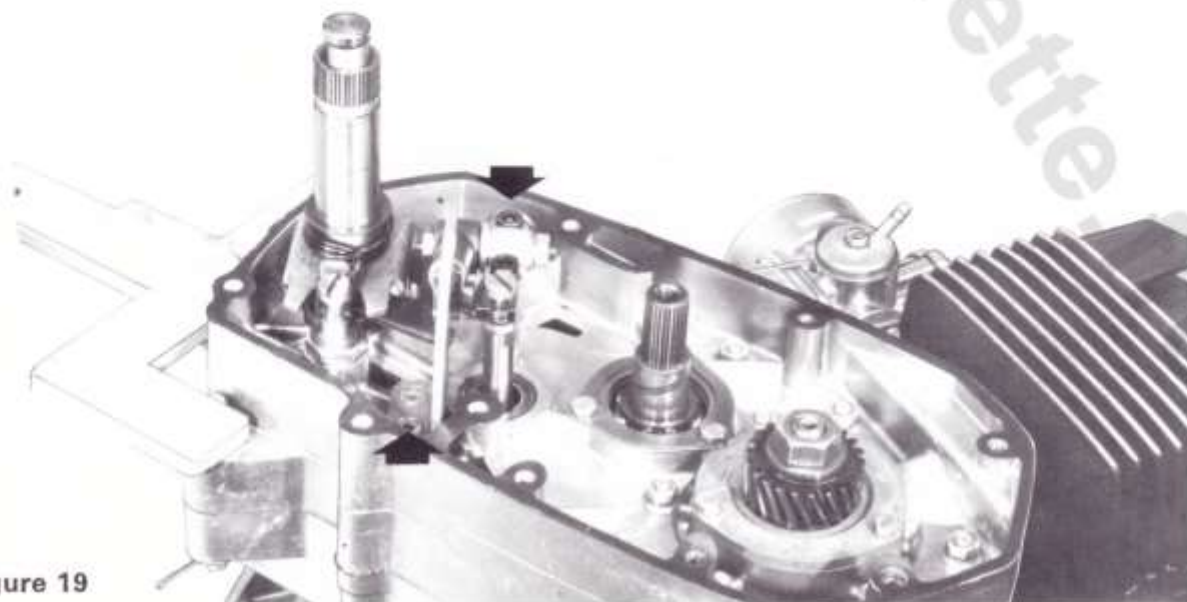

Figure 19
- Retirer le couvercle de carter droit. Le démontage du sélecteur n'offre pas de difficulté. Deux vis tête cruciforme pour la rampe de sélecteur et deux vis tête à six pans creux pour le rochet de commande sont à retirer (figure 19).